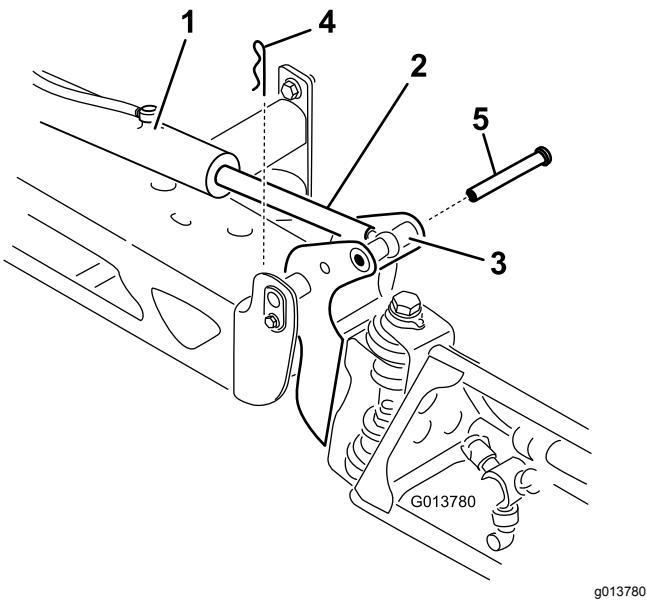

图 66
2. 从枢轴销上拆下卡销图 66。
3. 向上提起喷洒臂段拆下柱销然后将喷洒臂段慢慢放到地面上图 66。
- 7. 支撑住喷洒臂段将柱销插入喷洒臂段枢轴和提升器杆 图 66。